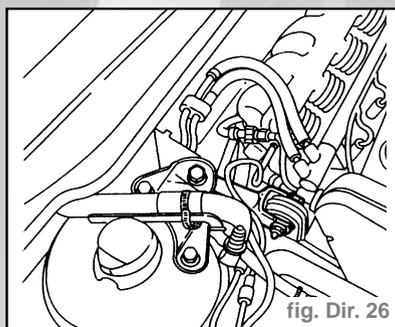

fig. Dir. 26
- dévisser les deux boulons de fixation du tirant au moteur et à l'étrier et l'enlever (fig. Dir. 26).